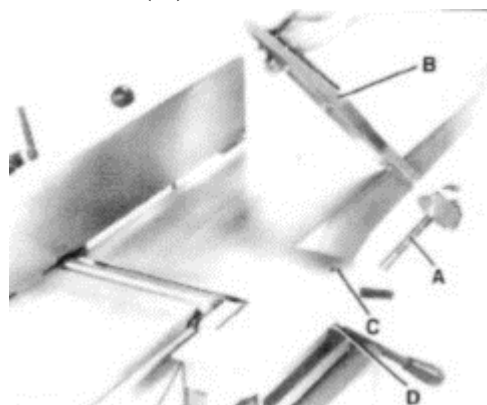

Рис. 18 Сборка ограждения фрезерной головки
1. Снимите установочный винт (не показан) со стойки (А), Рис. 18, ограждения фрезерной головки (В).
2. Вставьте стойку (А), Рис. 18, через отверстие (С) в подающий стол. ПРИМЕЧАНИЕ: Пружина, входящая в комплект ручки (D), Рис. 18, возвращает ограждение (В) над фрезерной головкой после завершения резки. Поверните ручку (D) для управления натяжением пружины внутри ручки (D), Рис. 18, для входа в паз стойки. Если натяжение пружины слишком велико или слишком мало, что не позволяет ограждению фрезерной головки отодвинуться от фрезерной головки, то отрегулируйте натяжение пружины, сняв ограждение и вращая ручку (D).